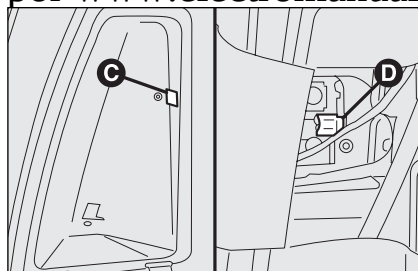

fig. 37
- ☐ mediante la patilla **C**-fig. 37 abra la tapa de acceso al grupo óptico trasero;